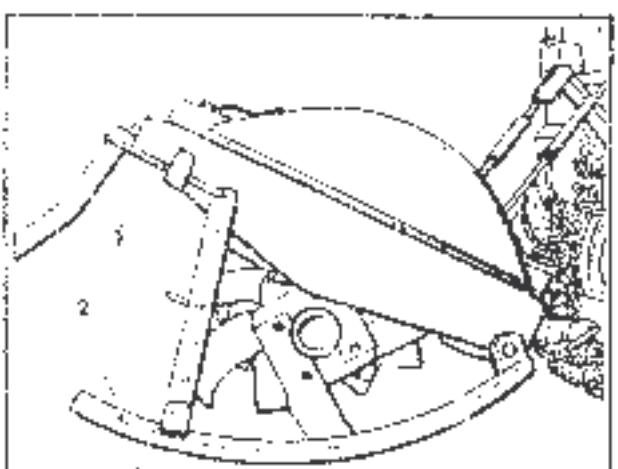

Figura 15. Regolazione profondità di lavoro della frese.
Collegare la frese ai piedini attrezzi della trattrice mediante le spine (1, fig. 14), collegare il giunto cardanico (2) all'ascella a forza tolore e scatola sull'albero della presa di potenza; quindi, dopo aver innestato l'altra estremità dell'albero cardanico sull'albero della frese, riportare entrambi l'elenco verticale. Fissare alla posizione di servizio. Collegare mediante i tiranti (3) gli attracchi della frese al sollevatore (4). Regolare la posizione dell'attacco secondo le spese imposte (5). Per regolare le profondità di lavoro della frese procedere nel modo indicato nella figura 15 e muovere la leva di arresto (6) e regolare secondo le esigenze la posizione delle viti (7) della frese, quindi posizionare la leva nel loro pernello. Rengono le istruzioni su entrambi i lati della frese.